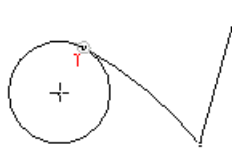

图 4.11.22 圆弧与圆 A 相切
- 如图 4.11.22 所示, 红色的 T 表示圆弧与圆 A 相切。